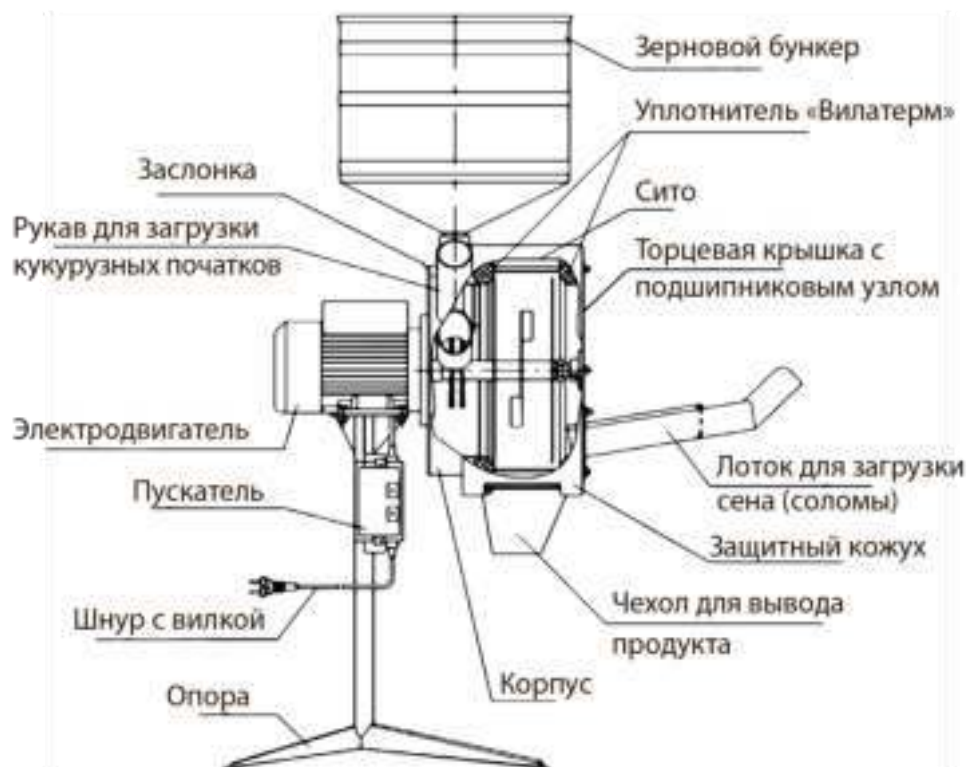

Рис.1 Устройство ДКУ-01 (ДКУ-02) «Фермер».
5.1 Устройство изделия показано на рис. 1.